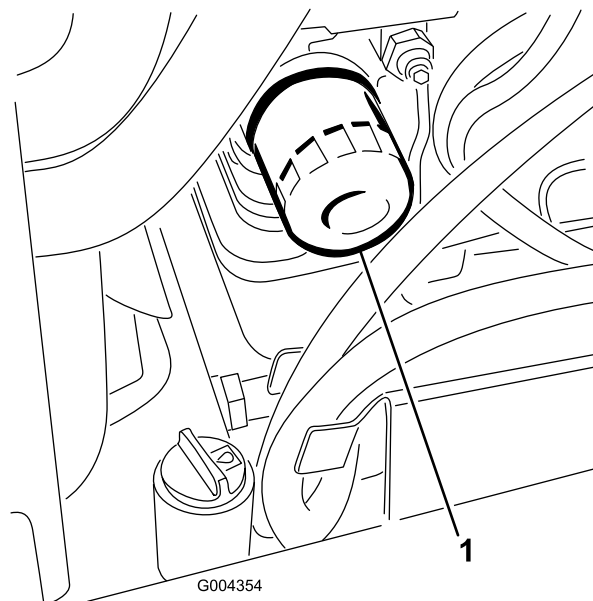

Рисунок 45
4. Извлеките масляный фильтр (Рисунок 45).